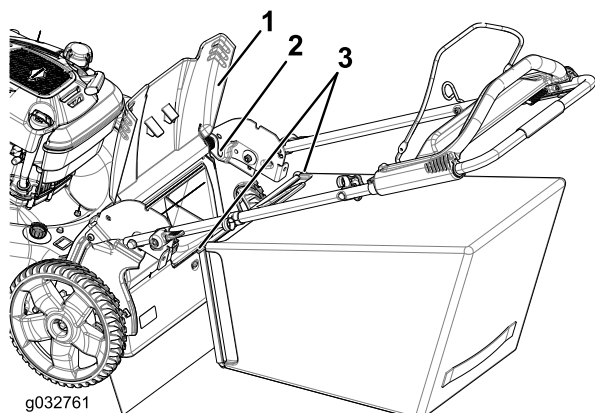

Figure 16
1. Soulevez le déflecteur arrière et gardez-le dans cette position (Figure 16).
2. Montez le bac à herbe en veillant à placer les ergots dans les crans du guidon (Figure 16).